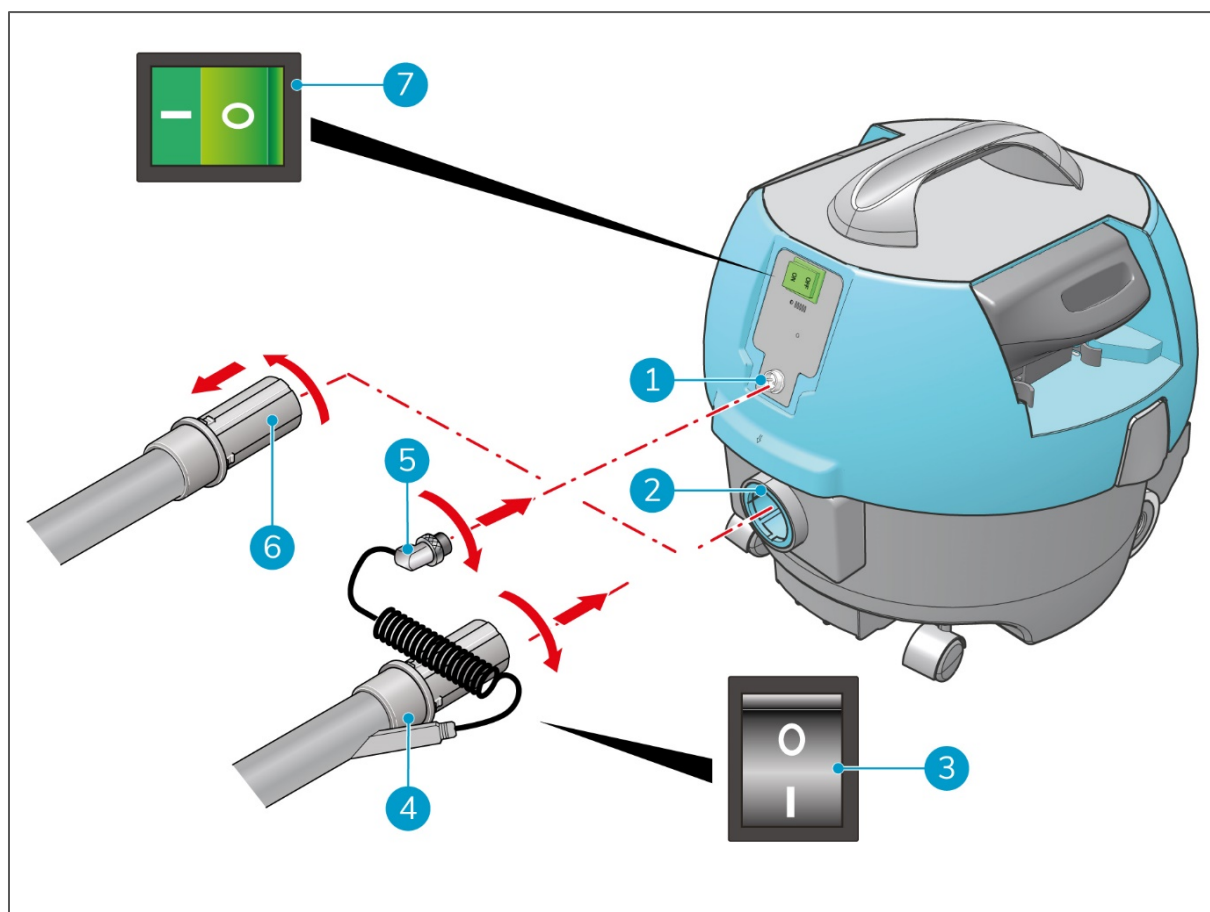

Figure 20
1. Faites tourner le tuyau de l'équipement standard dans le sens des aiguilles d'une montre (Figure 20, pos 6).
3. Insérez le tuyau de l'i-brush (Figure 20, pos 4) dans le raccord de tuyau (Figure 20, pos 2).
5. Insérez la fiche de l'i-brush (Figure 20, pos. 5) dans le connecteur de l'i-vac 9B (Figure 20, pos. 1) et serrez la bague de la fiche.
6. Appuyez sur l'interrupteur ON/OFF (Figure 20, pos. 7) pour allumer l'i-vac 9B.
7. Appuyez sur l'interrupteur ON/OFF (Figure 20, pos 3) pour allumer l'i-brush.
1. Appuyez sur l'interrupteur ON/OFF (Figure 20, pos 3) pour éteindre l'i-brush.
2. Appuyez sur l'interrupteur ON/OFF (Figure 20, pos 7) pour éteindre l'i-vac 9B.